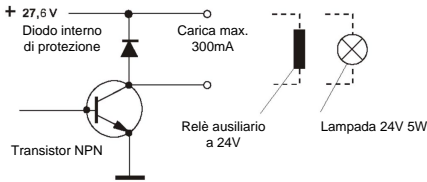

Fig. 10 Uscita da open collector
Permettono l'attivazione automatica di uno o più elementi quando entra in fase d'allarme la linea di Rivelazione associata alla zona. Vedere fig. 10.
Vedere le figure 10 e 13.
- Uscite di preattivazione e attivazione da open collector per attivazione attraverso relè ausiliari dei dispositivi d'avviso (sirene e/o segnalazioni luminose). Vedere fig. 10. Necessitano di relè ausiliari per il loro utilizzo.